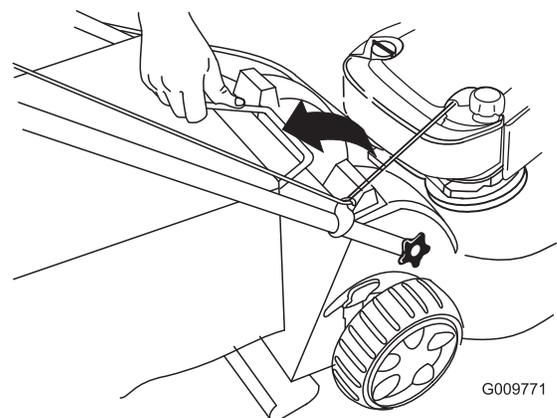

Figura 32
2. Sollevate la maniglia del cesto di raccolta estraendola dalle scanalature presenti sulla parte superiore della macchina e staccate il cesto dalla macchina (Figura 32).